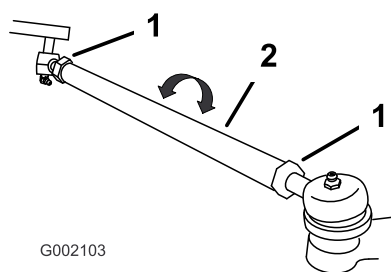

Figura 33
4. Se a medição obtida não corresponder a 0 - 6 mm, desaperte as porcas de segurança nas extremidades das barras transversais (Figura 33).